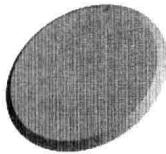

图 1.3 旋转特征 1
(1) 单击工具栏中的“新建文件”按钮 。
(2) 系统弹出“新建”对话框，在“**类型**”区域，选择 **零件** 选项；在“**子类型**”区域，选择 **实体** 选项；在**名称**文本框中输入文件名 SM_PUNCH1.PRT；通过取消 **使用缺省模板** 复选框中的“√”号，来取消使用默认模板；单击对话框中的**确定**按钮。
(3) 在弹出的“新文件选项”对话框中的模板区域，选取 **mmns_part_solid** 模板。
Step2. 创建图 1.3 所示的零件基础特征——旋转特征 1，相关操作如下：
(1) 选取特征命令。选择下拉菜单 **插入** → **••旋转(R)...** 命令。
(2) 定义旋转类型。按下“**实体**”类型按钮 。
(3) 定义特征的截面草图。在操控板中单击 **位置** 按钮，然后在弹出的界面中单击 **定义...**